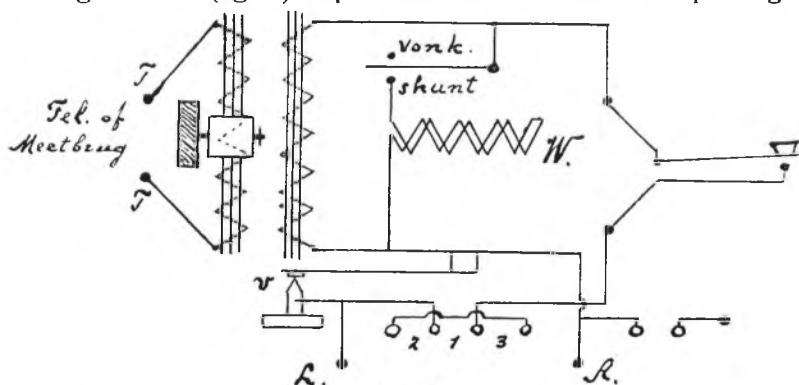
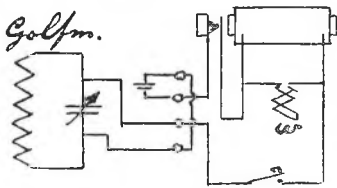

Fig. 2
Fig. 5
Aan de hand van onze afbeelding van twee met seinsleutels voorziene zoemers (de eene is open en bloot goed zichtbaar) en van een volledig schema (fig. 2) bepalen we ons hier tot de toepassingen.
5. De geschunte zoemer voor den zendenden golfmeter. (fig. 5.) De batterijstroom, die door den zoemer gaat, wordt tevens door de zelfinductie van den golfmeter gevoerd, (batterij aan stop 2 en golfm. aan stop 3, fig. 2).